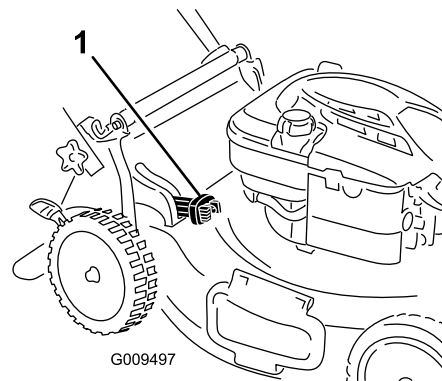

Figura 22
- Per raccogliere lo sfalcio e le foglie premete il pulsante che si trova sulla leva di comando del cesto e spostate in avanti la leva finché il pulsante non risale (Figura 22).